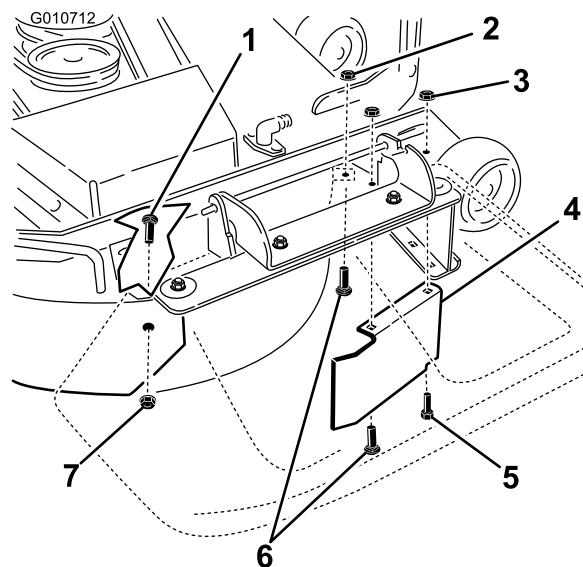

Figura 34
- Rimuovete il bullone a testa tonda (5/16" x 3/4") e il dado di bloccaggio (5/16") che fissano il deflettore al lato posteriore del piatto di taglio (Figura 34).
- Localizzate la protezione del deflettore davanti all'apertura di scarico laterale. Rimuovete gli elementi di fissaggio che assicurano la protezione del deflettore e il deflettore destro al piatto di taglio come illustrato nella Figura 34. Rimuovete la protezione del deflettore e conservate gli elementi di fissaggio.
13. Montate gli elementi di fissaggio rimossi in precedenza nei fori anteriori nella piastra di scarico e del foro anteriore del piatto di taglio (Figura 34).